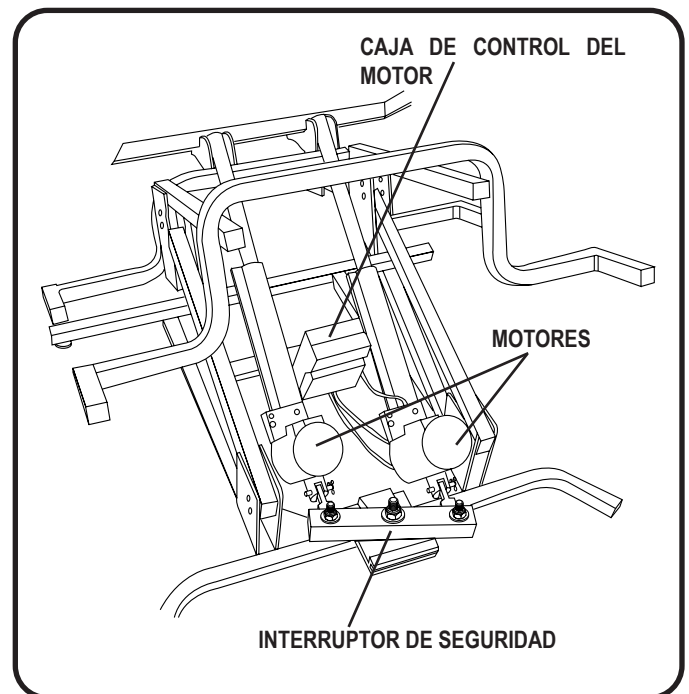

Figure 5.1 Motores desincronizados
1. Active el control manual en la silla elevadora. Si no hay movimiento en ninguna dirección, compruebe si los motores no están sincronizados y si se ha activado el interruptor de seguridad sensible a la presión. Los motores desincronizados mostrarán un motor extendido más que el otro y un interruptor de seguridad pellizcado (**Fig. 5.1**).